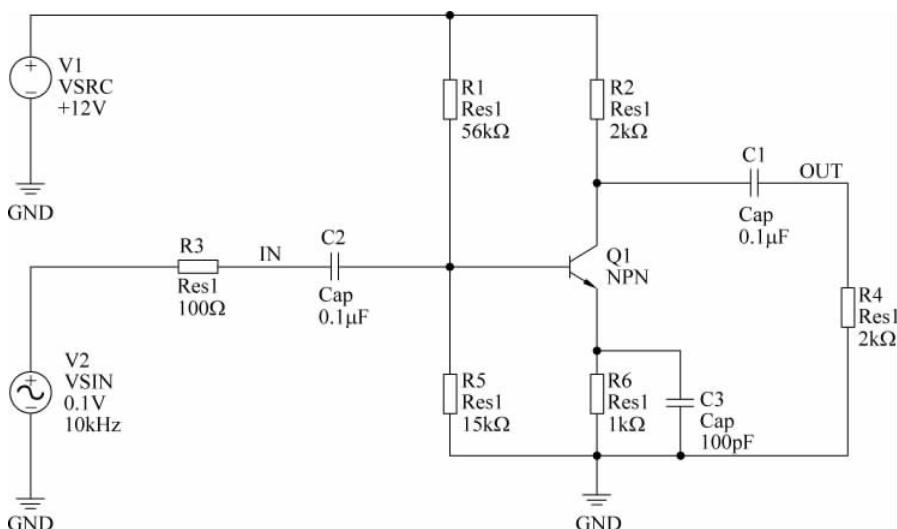

图 3-53 修改电路元器件参数
- ② Frequency: 10kHz, 并选中右侧的复选框。
- (7) 按照如图 3-53 所示, 将电阻和电容值改成相应的值。
- (8) 为了观察方便, 如图 3-53 所示, 在放大器的输入和输出端分别放置名字为 IN 和 OUT 的网络标号。
- (9) 保存设计, 将其保存到 fourier_analysis 目录。
- (1) 将图 3-53 中的 R4 的值改成 56k,重新执行傅里叶分析。